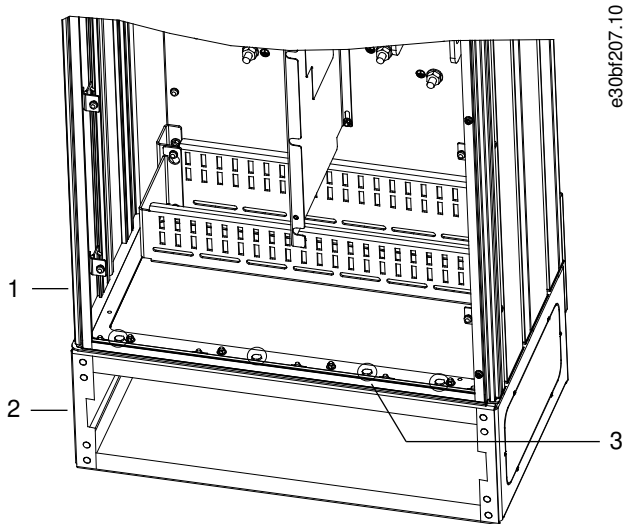

Ilustración 11: Puntos de montaje del alojamiento en el pedestal
4. Fije el alojamiento alrededor de la parte superior del pedestal mediante seis sujeciones M10×30. Consulte el apartado Ilustración 11. Apriete ligeramente todos los pernos hasta que estén todos instalados.